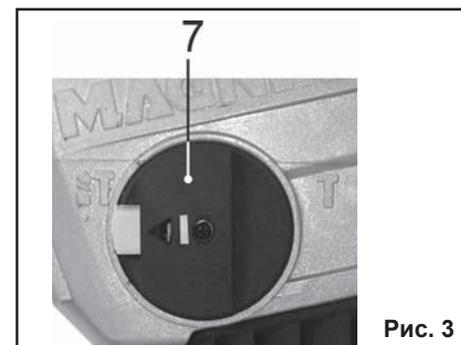

Рис. 3
9.1.3. Нажав на кнопку переключателя (7), поверните переключатель режимов (7) в положение «сверление с ударом» согласно Рис.3.